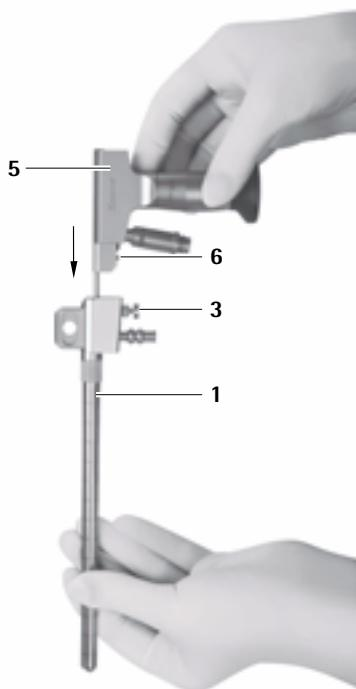

Fig. 2
- Lås endoskopet 5 i MINOP inVent-troakaren 1, se Fig. 2.